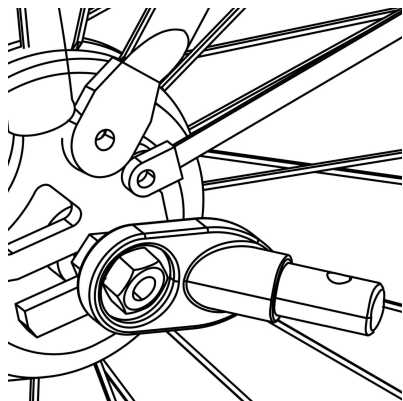

Figura 11
2. Asse con dadi: svitare il dado con rondella dal lato sinistro dell'asse posteriore della bicicletta. Installare l'attacco sull'asse e riavvitare il dado con la rondella (Figura 11).